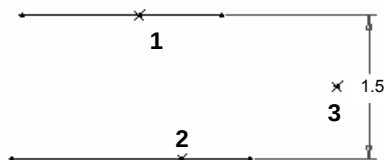

图 4.9.2 平行线距离的标注
Step2. 分别单击位置1和位置2以选择两条平行线，中键单击位置3以放置尺寸，如图4.9.2所示。